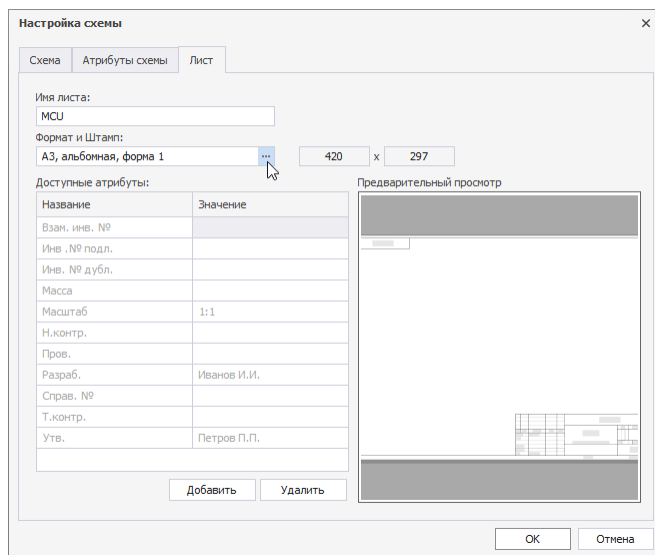

Рис. 17 Вызов окна «Формат и печать»
4. Вызвать окно «Формат и печать» в поле «Формат и печать», нажав на кнопку , см. Рис. 17.